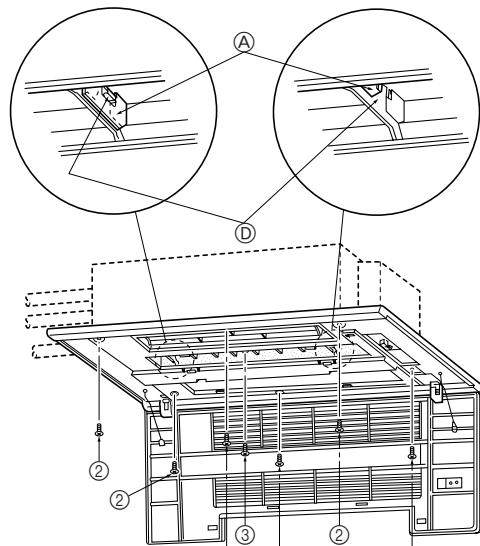

Fig. 5-5
- Ajuste el panel frontal de modo que encaje adecuadamente en el ángulo entre el techo y la pared e instale los pernos de fijación ② (suministrados con esta rejilla) en sus cuatro ubicaciones respectivas a izquierda y derecha, dejándolos ligeramente flojos. (Fig. 5-5)
- A continuación, apriete los pernos de seguridad ② y los tornillos de seguridad ③ en las tres ubicaciones centrales.
- Finalmente, apriete los pernos de seguridad ② en las cuatro ubicaciones a derecha e izquierda.